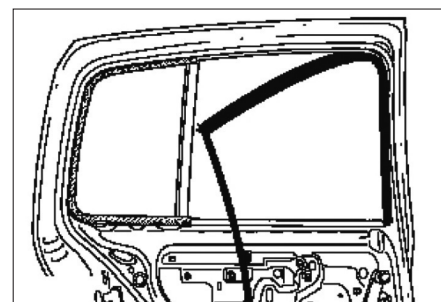

Fig. 58
- Dégager le joint de coulisse (Fig.58).